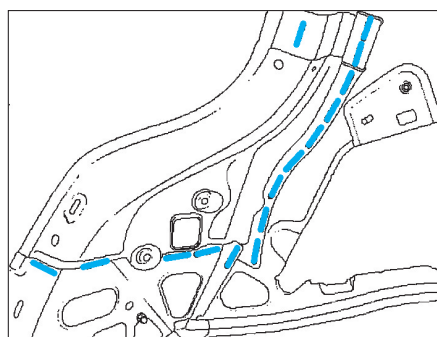

FIG. 118
- Souder le renfort de logement de feu arrière sur le panneau latéral (**fig. 118**).